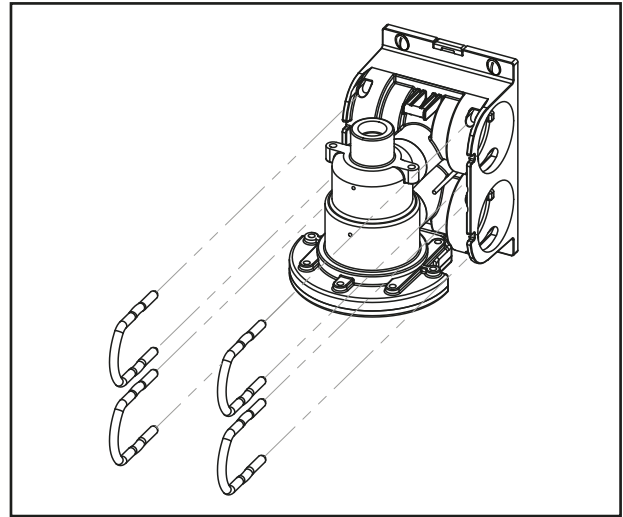

Figura 2: Asegurar el colector
6. Asegura el accesorio y el conjunto del colector instalando los clips en forma de U amarillos en las ranuras (Figura 2).